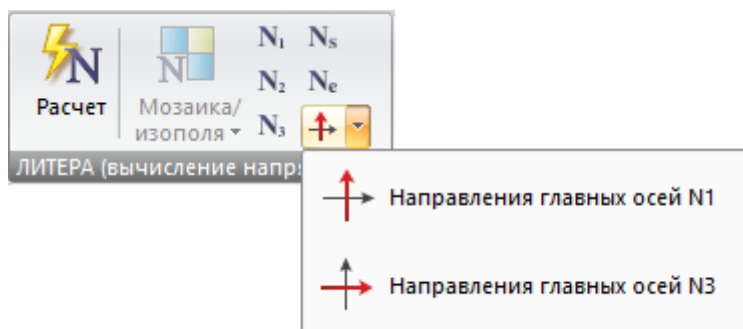

Рис. 105. Раскрывающийся список **Показать направления главных осей**
**Показать направления главных осей** (рис.105) – раскрывающийся список с заменой. Отображение в виде отрезков направлений главных осей N1, N3 на пластинах.